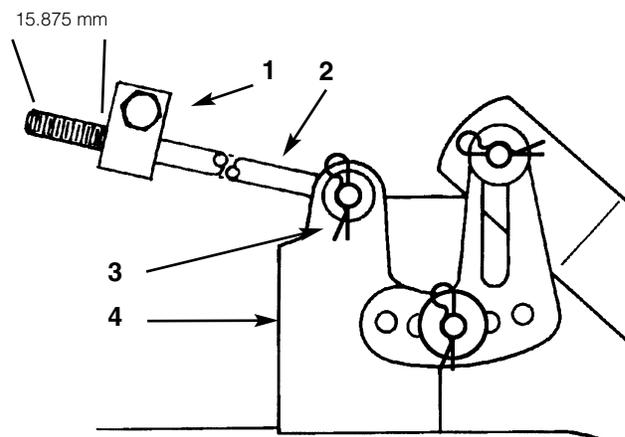

Bild 50
5. Die Länge der aus der Vorderseite des Einstellblocks vorstehenden Stange an den Chassisseiten (Bild 50) messen. Wenn die Stangenlänge anders als 15,8 mm ist, den Splint und die Scheibe vom Stangenende entfernen (Bild 50), dann die Stange solange drehen, bis die Abmessung von 15,9 mm erzielt ist. Anschließend das Stangenende in das Loch im Mäherträger stecken und mit Scheibe sowie Splint absichern. Diesen Schritt an der gegenüberliegenden Seite des Mähers wiederholen.